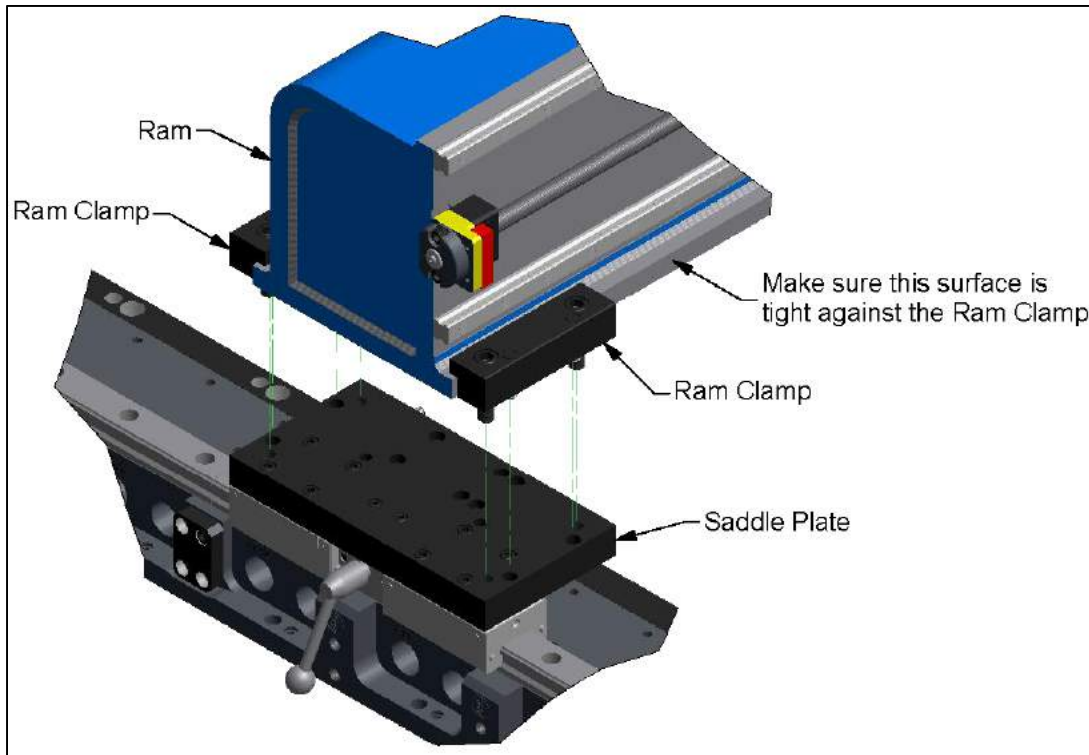

Figure 10
2. Appuyez le bord frontal du coulisseau contre l'intérieur de l'attache du coulisseau. Cela aligne le coulisseau perpendiculairement au banc. Fixez ensuite le coulisseau comme présenté sur la Figure 10.